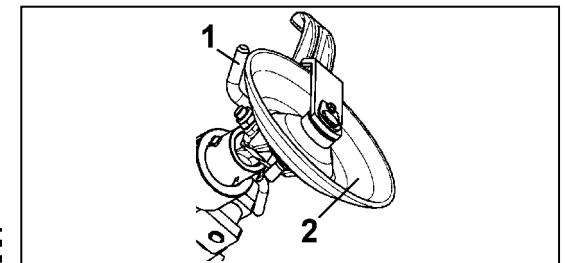

Fig.38a
**INSERT THE TOOL LOCKING PIN (1, Fig.38a) BEFORE USING THE DISC TOOL ON RIM WHEELS.**
**INSÉRER L'AXE DE BLOCAGE DE L'OUTIL (1, Fig.38a) AVANT D'UTILISER L'OUTIL A DISQUE SUR LES ROUES A RENFORT.**
**DER SPANNBOLZEN FÜR DAS WERKZEUG (1, Abb.38a) MUSS VOR DER ANWENDUNG DES SCHEIBENWERKZEUGS BEI RÄDERN MIT STAHLSEILKERN EINGESETZT WERDEN.**